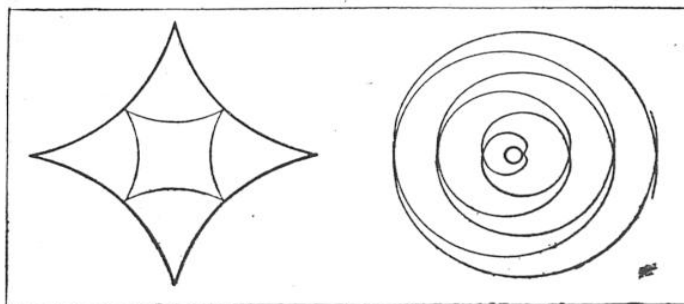

FIG. 5. — DEUX EXEMPLES DE « DÉVELOPPANTES »
exemple, quand, en géométrie analytique, nous utilisons les coordonnées cartésiennes (1), nous trouvons naturellement, à cause de ce mode de notation, que les courbes algébriques sont plus simples que les courbes transcendentes. Mais, comme nous l'avons déjà dit, la nature se joue de ces subtilités, et les lois de la pesanteur qui conduisent à la chaînette pour la forme d'un fil en équilibre, nous donnent une parabole comme trajectoire d'un projectile dans le vide. L'une des développantes (fig. 5) d'une hypocycloïde est une courbe qui n'est ni moins ni plus compliquée que sa développée, et qui est du même degré, mais celle d'un cercle, courbe simple s'il en fut, est une courbe transcendente en forme de double spirale.